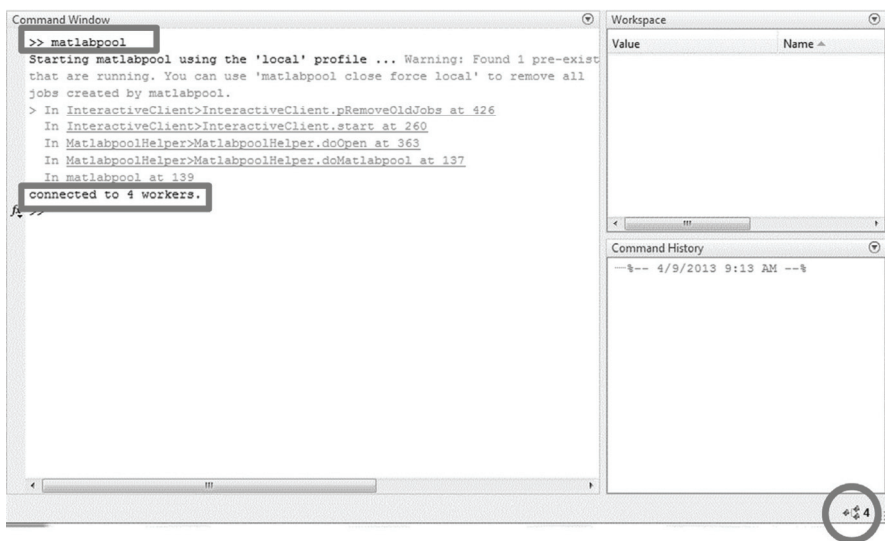
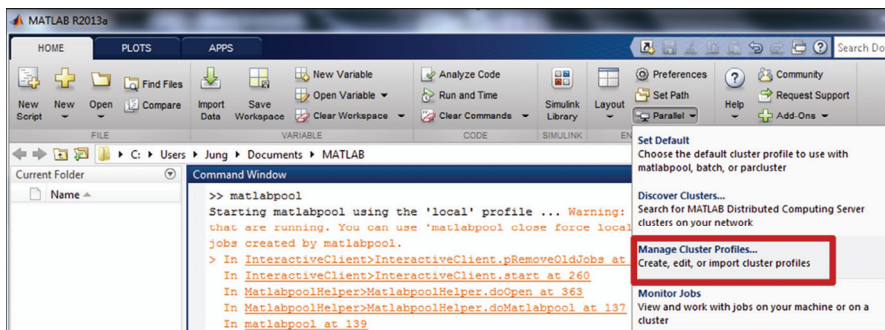
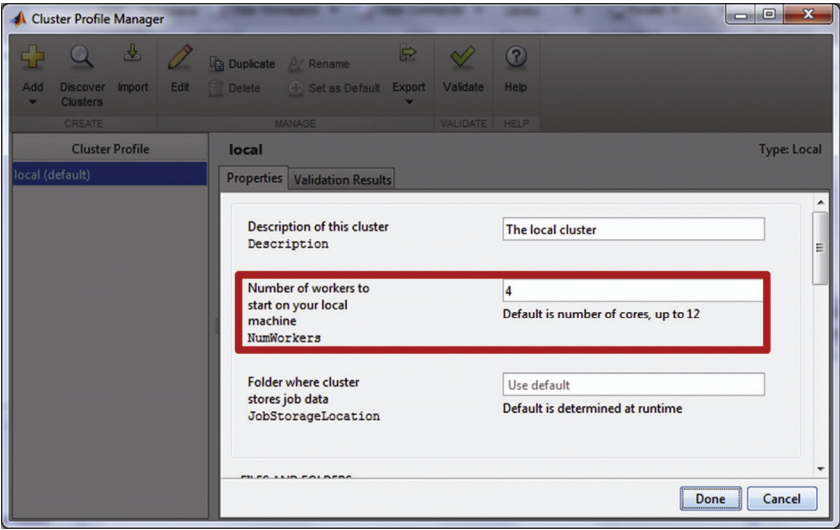

图 5.3 用 `matlabpool` 指令准备可用的 worker
图 5.4 进入 `Parallel` 菜单里的 `Manage Cluster Profiles...` 来更改默认的 worker 数目
图 5.5 要修改默认 worker 数目，可在 Cluster Profile Manager 窗口中设置
每个 CPU 内核都具有独立的 MATLAB 会话，称之为“worker”^①。当前的 MATLAB 版本（2013a），一台计算机可以最多拥有 12 个 worker，并且默认 worker 数目由计算机可用内核的数目确定。为了将主 MATLAB 的会话与每个 worker 各自的会话区分开，称主 MATLAB 会话为“客户端”。因此，任何主 MATLAB 会话在访问 worker 之前和之后均是客户端。对于并行处理，我们应通过指令 `matlabpool` 准备可用的 worker，如图 5.3 所示。
在图 5.3 中，执行命令 `matlabpool` 后，能从 MATLAB 指令窗口中的 `connected to 4 workers` 和右下角显示的数字 4，确定默认的 worker 数目。可以通过图 5.4 和图 5.5 所示的 `Manage Cluster Profile` 菜单，来更改默认的 worker 数目。